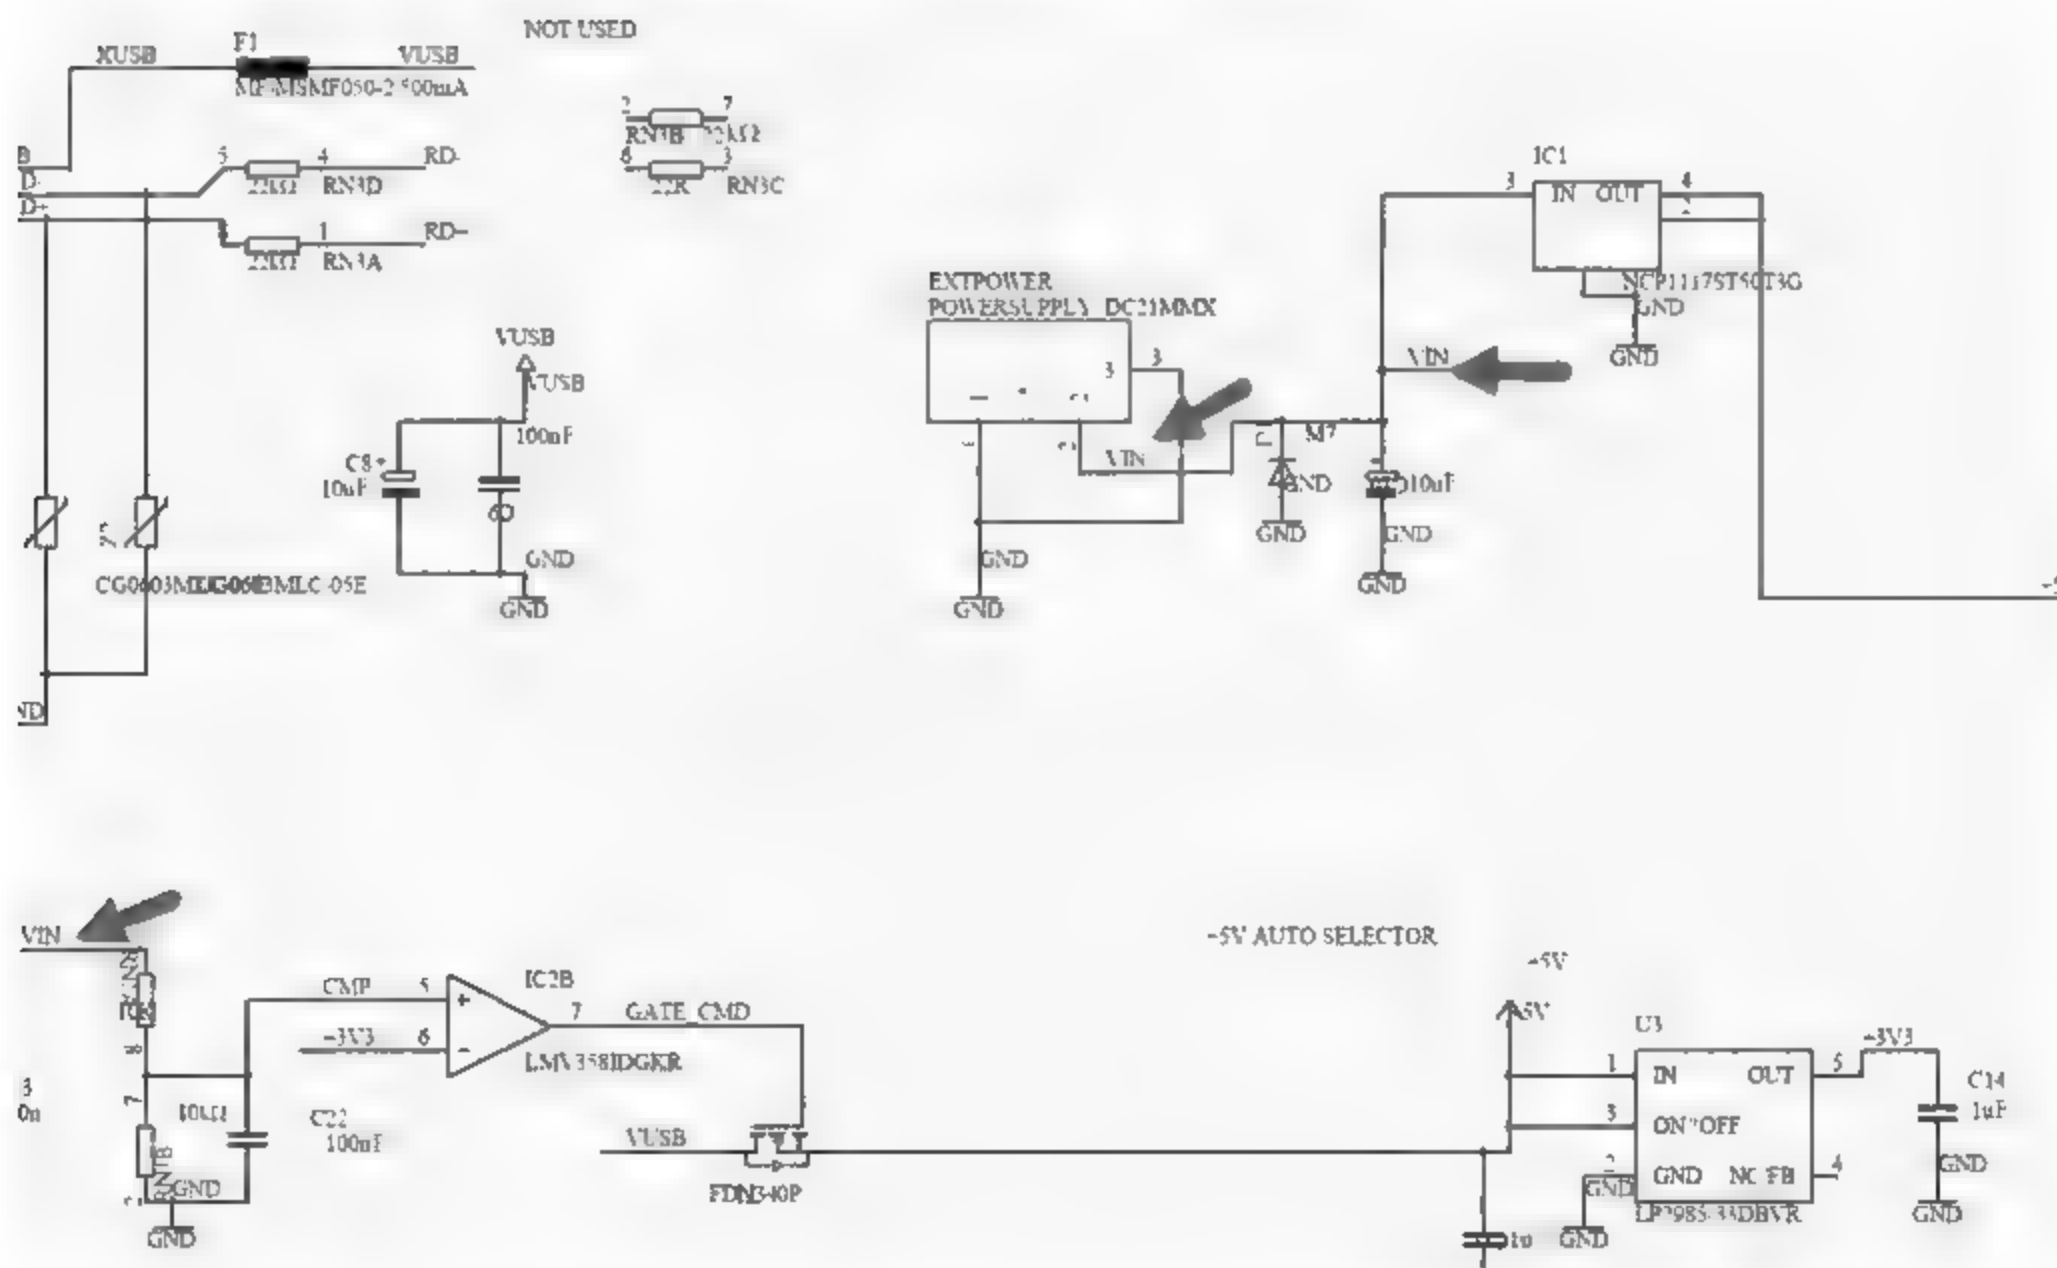

图 1-31 “缩放”方式下的高亮效果
- 缩放: 如果只勾选该复选框,用户在原理图中高亮显示某一个网络时,原理图对应的所有网络都会执行缩放的动作,将具有相同网络名的对象缩放到适合所有对象的状态,如图 1-31 所示。